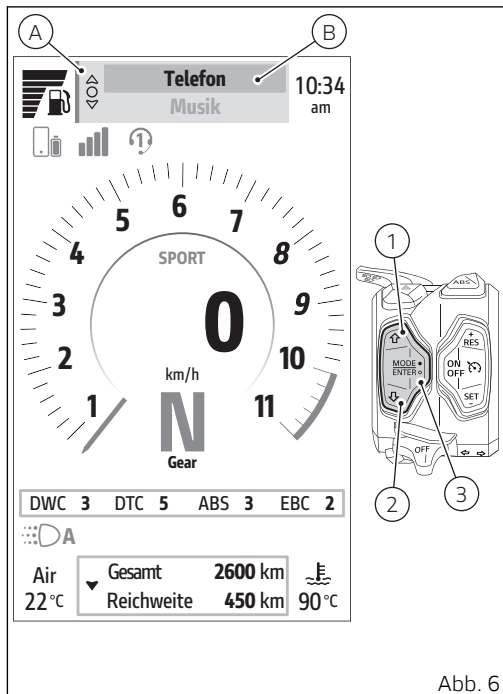

Abb. 6
Angabe „Telefon“ (B, Abb. 6) markiert, dann ENTER (3) gedrückt werden.